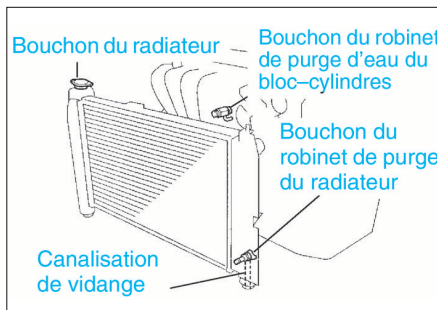

FIG. 49
- Desserrer le bouchon de vidange (1) du radiateur qui se trouve en bas à gauche de celui-ci ainsi que le bouchon de vidange (2) du bloc-cylindres pour vidanger le liquide de refroidissement (fig. 49).